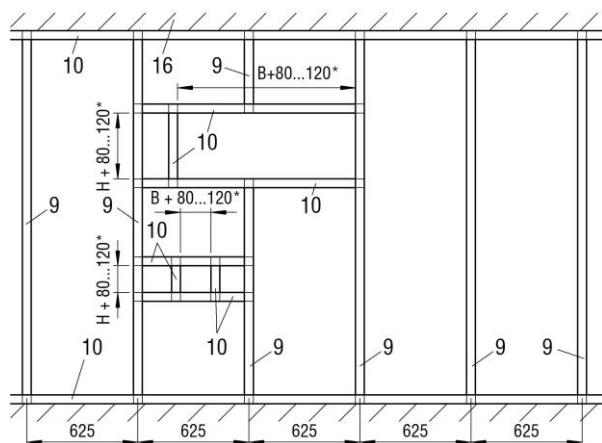

Figure 14 : Ossature métallique avec les pièces de remplacement nécessaires pour le montage scellé (dimensions indiquées sans intrados)
*Lors de l'utilisation d'un intrados (pos. 20 ; circulaire 12,5 mm), les dimensions de l'ouverture augmentent de 25 mm (v. Figure 14).
- Réaliser une ossature métallique et le mur conformément aux instructions du constructeur du mur et prévoir les pièces de remplacement selon Figure 14.
- Prévoir un évidement pour le montage scellé du BKA-Ü (pos. 1)
- À partir de B>800 mm (pour un axe de volet horizontal), 2 tôles perforées courbées ($t \geq 0,5$ mm ; largeur x longueur = 40 x 70 mm) doivent être fixées sur les deux côtés B des profilés interchangeables en tant qu'éléments d'ancrage (pos. 14). Celles-ci doivent être vissées au centre du mur sur les profilés métalliques à l'aide d'une vis à fixation rapide.
- Appliquer le mortier (pos. 13) dans la fente d'une épaisseur de 40 mm entre le boîtier du BKA-Ü et les profilés métalliques (pos. 10). Au cas où des embrasures (pos. 20) seraient utilisées, une profondeur du joint de mortier de 100 mm est suffisante. Si des embrasures sont utilisées, les chevêtres doivent être adaptées à la taille de l'ouverture d'installation.
- Placer le BKA-Ü (pos. 1) dans l'évidement du mur (côté commande - respecter la dimension de montage 210 mm). Veiller à ce que la fente entre le mur et le BKA-Ü soit bien centrée. Monter les éléments de fermeture BKA-Ü à l'aide de dispositifs de suspension, etc.
- Mettre la laine minérale (pos. 11.3) (non combustible selon EN 13501-1, densité 80 kg/m³, point de fusion ≥ 1 000 °C) dans la fente d'une épaisseur de 40 mm entre le boîtier du BKA-Ü et les profilés métalliques (pos. 10).
- Réaliser le parement (pos. 12) des deux côtés du mur et le doublage sur le côté opposé au côté commande (pos. 49.1). Mastiquer des joints en utilisant le même matériau que celui du mur (pos. 43 ; largeur de fente 5 mm, effectuer le mastique lors de la construction).